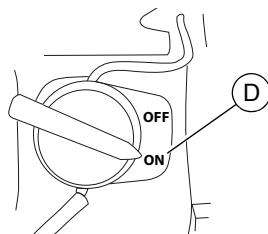

Figure 3-4. Contact du moteur
5. Voir Figure 3-4. Mettre le contact du moteur (D) en position ON.